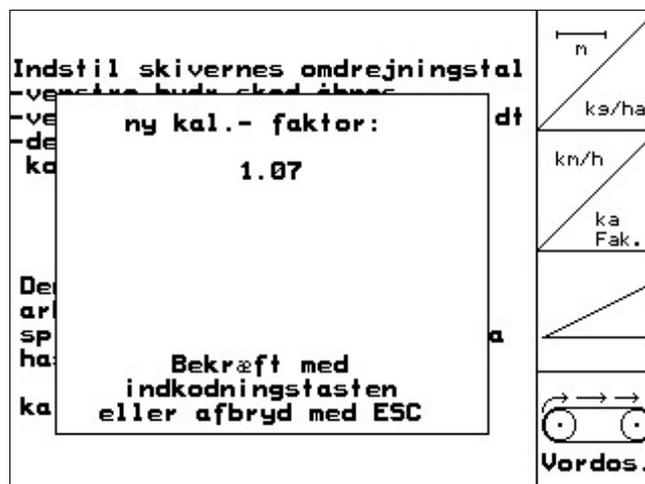

Fig. 36
- Den nye kalibreringsfaktor vises i displayet og kan bekræftes ved hjælp af  eller afvises ved hjælp af  (Fig. 36).